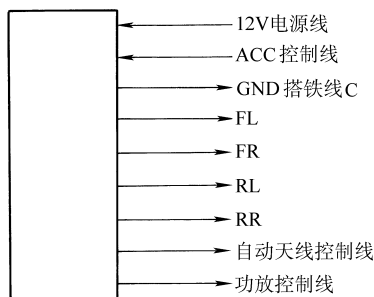

图 2-2 汽车 CD 的标准配线
10) 机头配线。汽车 CD 是通过机头配线、电源及其他设备联接的，相同品牌配线的杆孔位置和形状都是相同的，可通用。不同品牌的设计就不太相同了，但基本上都有九条线(图 2-2)。